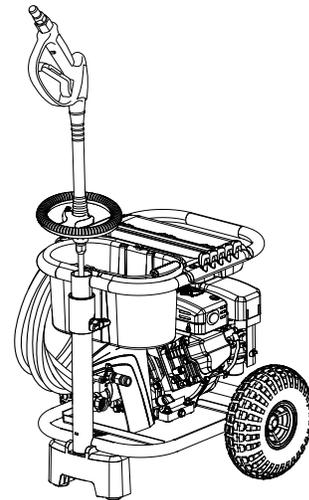

Fig. 17
Voir la figure 17.
- Saisir la poignée à l'arrière du nettoyeur haute pression. Tourner la section supérieure du nettoyeur haute pression jusqu'à ce qu'elle soit complètement allongée comme illustré à la figure 17. Resserrer le bouton pivot.